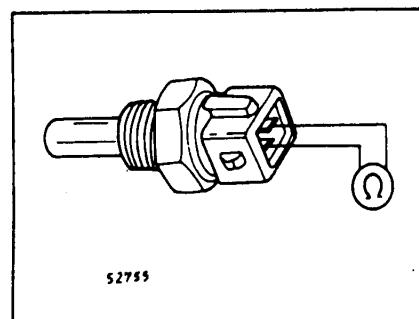

Рис. 13 Проверка датчика температуры
- Поместите измерительную часть датчика в сосуд с водой с известной температурой, измерьте сопротивление датчика (рис. 13).